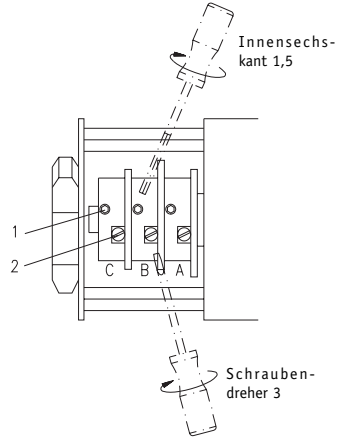

Abb. 8: Einstellung der Schaltknocken
- Bringen Sie die drehbaren Nocken (A, B, C) in eine zur Feineinstellung günstige Position: Gewindestift (1) und Schraubrad (2) sollen gut erreichbar sein.
- Sichern Sie jeweils die Nocken durch Anziehen der Gewindestifte (1) gegen Verdrehen.
- Die Feineinstellung der Nockenscheibe erfolgt durch drehen der Feineinstellschraube (2) mittels Schraubendreher Größe 3 (siehe Abb. 8).